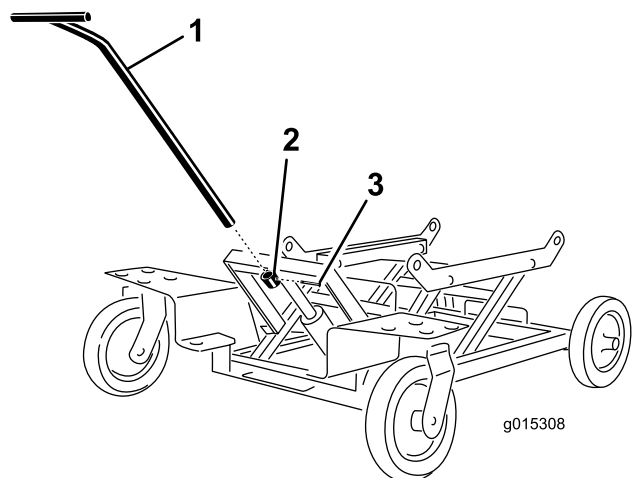

Figura 1
1. Instale a pega no suporte de acessórios e prenda com o pino (Figura 1).